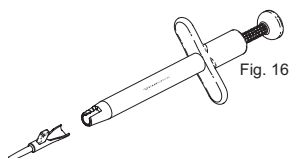

Fig. 16
- Faça deslizar o cartucho para a frente do injetor e bloqueie a patilha vertical por encaixe em posição. (Fig. 16 e 17)